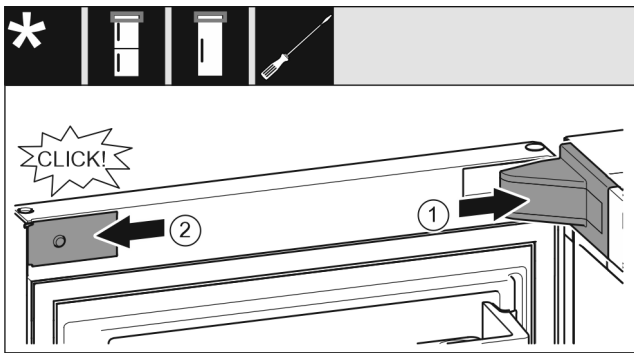

Fig. 20
- ▶ 放上并插入托架盖，如有必要小心地按压分开。 Fig. 20 (1)
- ▶ 将隔板放置到侧面并插入。 Fig. 20 (2)